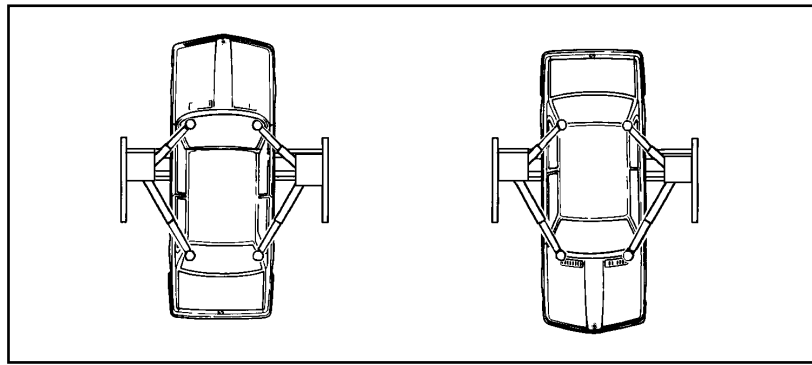

Fig.17 Veicolo caricato correttamente
È estremamente importante posizionare il mezzo sul sollevatore in modo da avere una corretta ripartizione dei pesi sui bracci (fig.17)
- il veicolo sia posizionato in maniera corretta (fig.17)